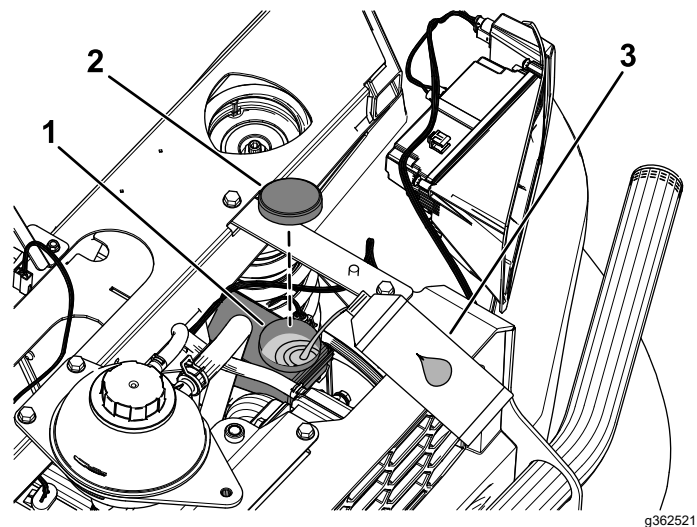

Figura 122
4. Levante el capó para acceder al cilindro del freno principal y al depósito (Figura 122).
- A. limpie la zona alrededor del tapón del depósito y retire el tapón (Figura 122).
- C. Coloque el tapón del depósito (Figura 122).